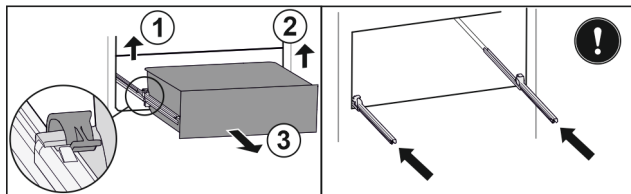

Fig. 201
- Soulever la bride gauche et tirer dans le même temps la partie gauche du tiroir vers l'avant. Fig. 201 (1)
- Soulever la bride droite et tirer dans le même temps la partie droite du tiroir vers l'avant. Fig. 201 (2)
- Retirer le tiroir par l'avant. Fig. 201 (3)